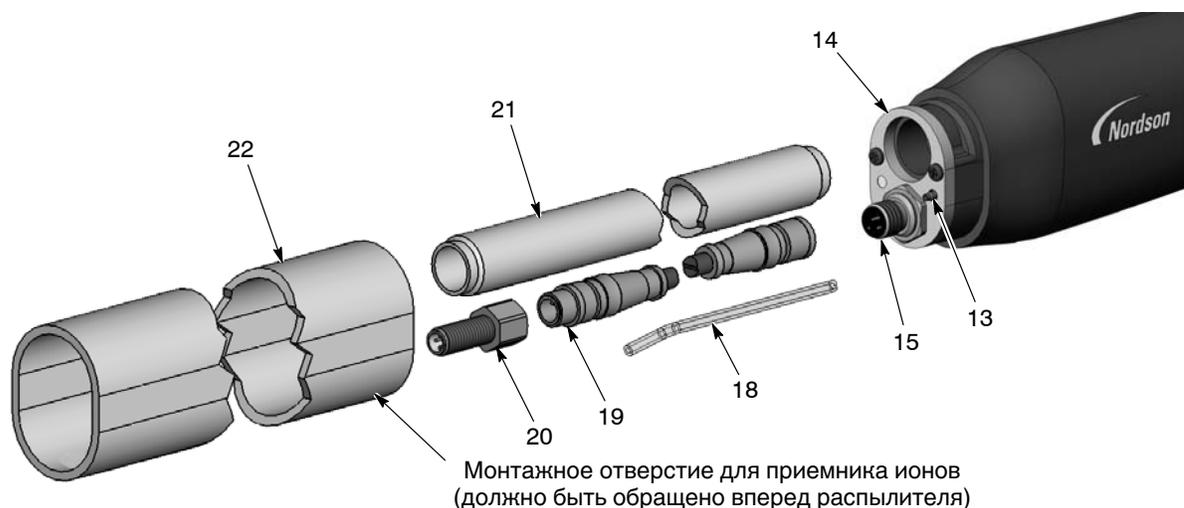
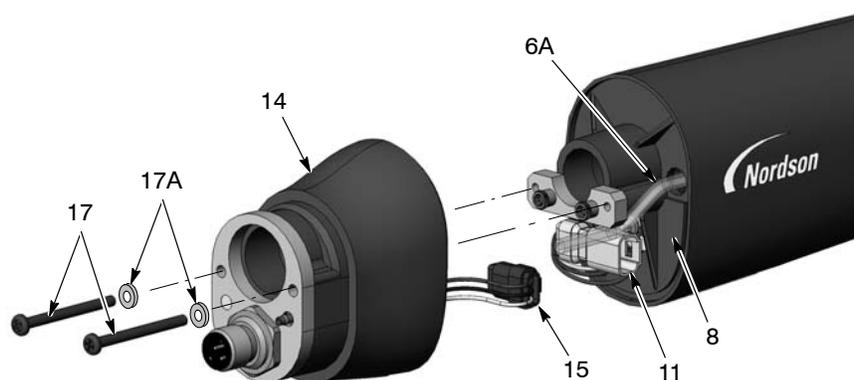
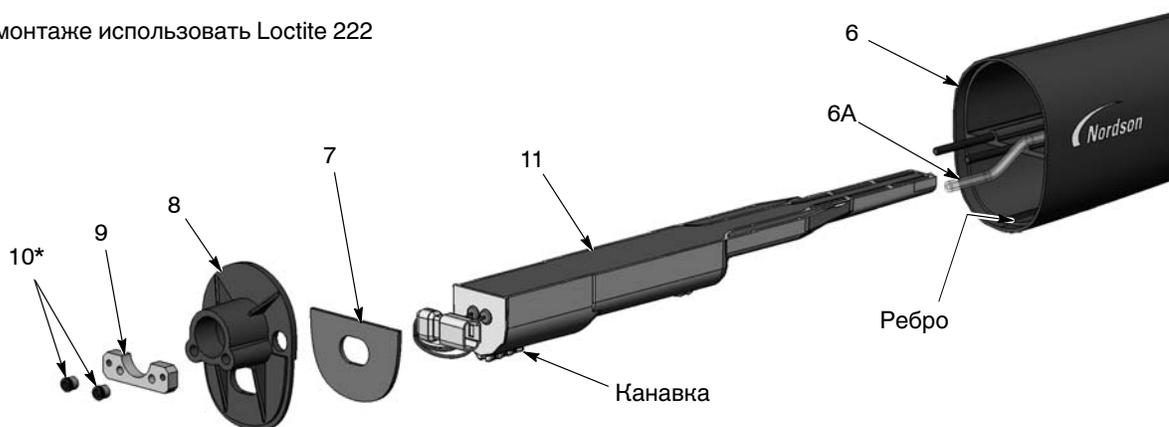

Рис. 7-9 Распылитель для монтажа на трубке, разборка, 2 из 5
Рис. 7-10 Распылитель для монтажа на трубке, разборка, 3 из 5
Рис. 7-11 Распылитель для монтажа на трубке, разборка, 4 из 5
7. См. рис. 7-9. Стянуть монтажную трубку (22) с узла заднего корпуса (14) поверх стяжной трубки (21).
9. Отсоединить удлинительный кабель (19) от жгута проводов гнезда (15).
10. Отсоединить бесцветную 4-мм воздушную трубку (18) от завершенного ниппеля (13).
11. Если удлинительный кабель будет заменен, снять гнездо кабеля (20). Если нет, оставить их соединенными.
12. См. рис. 7-10. Вывернуть два винта с шестигранным шлицем (17) и снять стопорные шайбы (17А) с заднего корпуса распылителя (14).
13. Осторожно оттянуть задний корпус распылителя от перегородки (8) так, чтобы можно было отсоединить провода питания (11) от жгута проводов гнезда (15) и трубку узла фильтра (6А) от завершенного ниппеля внутри заднего корпуса.
14. См. рис. 7-11. Ключом-шестигранником на 1/8 дюйма отвернуть две гайки с шестигранным шлицем (10) и снять пластину винтов (9) с перегородки (8). Затем снять перегородку с корпуса распылителя (6), пропуская провода питания сквозь перегородку.
15. Извлечь блок питания (11) из корпуса распылителя.
17. Прокладка (7) закреплена на перегородке с помощью контактного клея. Если прокладка повреждена, заменить ее на новую.
- См. рис. 7-11. Вставить блок питания (11) в корпус распылителя (6), убедившись, что ребро в корпусе вошло в канавку на блоке питания. Плотно посадить блок питания в корпус распылителя.
- Пропустить провода питания сквозь перегородку (8), а затем поставить перегородку и пластину винтов (9) на шпильки корпуса распылителя. Нанести клей для стопорения резьбовых деталей Loctite 222 на гайки с шестигранным шлицем (10) и навернуть их на шпильки. Затянуть гайки моментом 0,45 Н•м (64 дюйм-унц.) ключом-шестигранником на 1/8 дюйма.
- См. рис. 7-10. Присоединить жгут проводов гнезда (15) к проводам питания (11). Вложить разъемы жгутов проводов (11, 15) в узел заднего корпуса в показанных положениях.
- Присоединить трубку узла фильтра (6А) к завершенному ниппелю внутри заднего корпуса. Пропустить в корпус распылителя бесцветную воздушную трубку с небольшим запасом, а затем смонтировать на перегородке задний корпус, используя винты (17) и стопорные шайбы (17А).
- См. рис. 7-9. Ввернуть стяжную трубку (21) в задний корпус (14).
- Подсоединить удлинительный кабель (19) к жгуту проводов гнезда в узле заднего корпуса.
- Подсоединить бесцветную 4-мм трубку (18) к завершенному ниппелю узла заднего корпуса.
- Повернуть монтажную трубку (22) так, чтобы отверстие приемника ионов было обращено вперед распылителя.
9. См. рис. 7-9. Присоединить удлинительный кабель (19) к гнезду (20) в торцевой крышке (23).
11. Поставить торцевую крышку на монтажную трубку, пропустив стяжную трубку (21) и бесцветную 4-мм трубку (18) через торцевую крышку.
12. Закрепить гнездо кабеля (20) на торцевой крышке, используя стопорную шайбу и гайку.
13. Навернуть гайку (24) на стяжную трубку и надежно затянуть.
14. Присоединить муфту (25) к бесцветной 4-мм трубке.